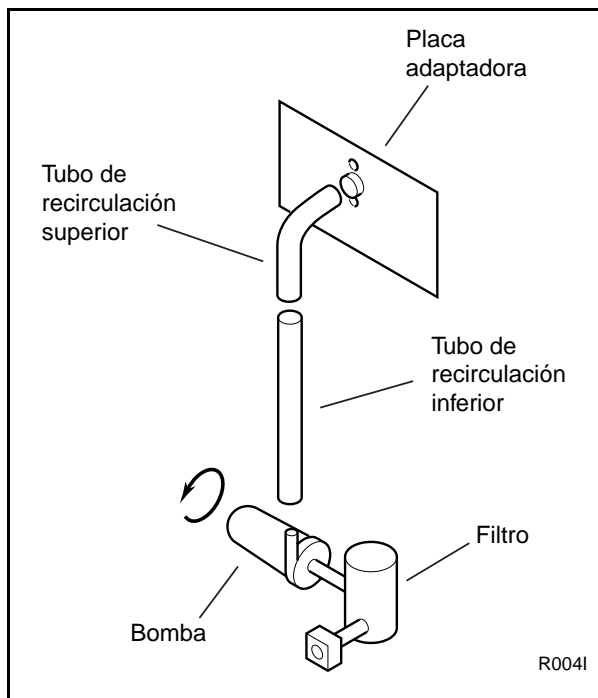

Figura 26
**Nota:** Si durante la prueba de funcionamiento de los controles se determina que la rotación del motor de la bomba no es la correcta, intercambie cualquier par de terminales (T1-T2, T1-T3 o T2-T3) del contactor de la bomba. La dirección correcta de rotación del motor se indica en la Figura 26.
- c. Acople el tubo de recirculación al conector de manguera en la placa adaptadora de recirculación ubicada en la parte trasera de la lavadora extractora. Vea la Figura 26.